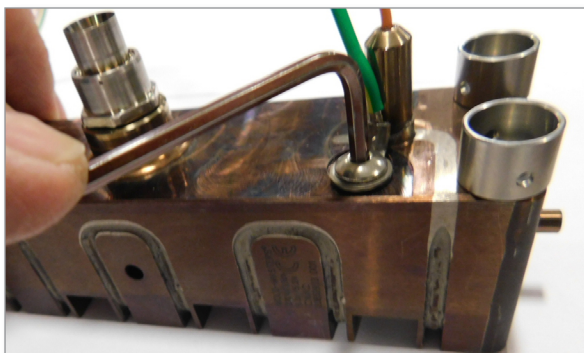

Abbildung 5-90 Sichern Sie das Erdungskabel
2. Befestigen Sie das Erdungskabel mit der Halteschraube. Siehe Abbildung 5-90.